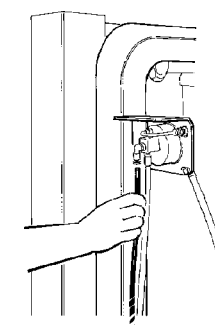

fig.37
- Collegare il tubino dell'aria al raccordo rapido, inserendolo nell'apposito foro (fig. 37).
- Connect the small air hose to the quick connector, inserting it into the relevant hole (fig.37).
- Lier le tuyau de l'air au raccord rapide, en l'insérant dans le trou spécial (fig. 37).
- Das Luftschnellanschlößlein durch Einführen in die entsprechende Öffnung mit dem Schnellanschlößstück verbinden (Abb. 37).
- Conecte el tubo del aire a la conexión rápida introduciéndolo en el orificio apropiado (fig. 37).